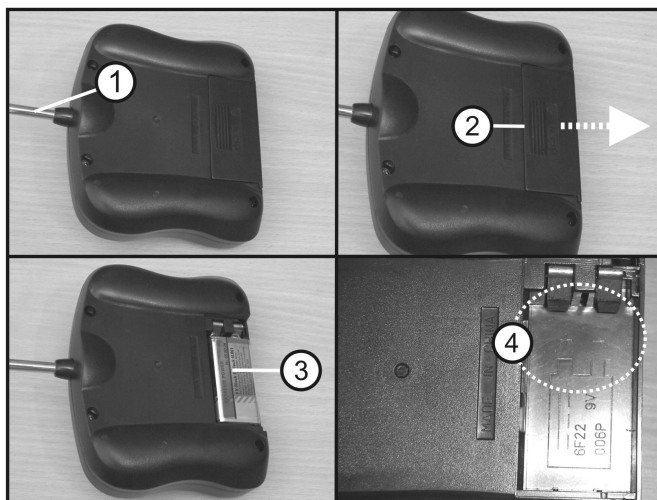

Figura 4
Far scorrere l'antenna trasmittente (vedi figura 4, pos. 1) nel trasmettitore e stringere bene le viti. Non utilizzare utensili!